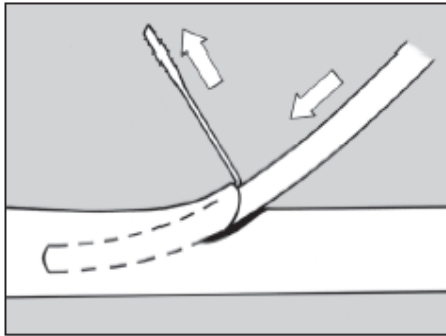

Fig. 14
- c) Um cateter previamente irrigado é introduzido no vaso, usando somente um dilatador de vasos pequenos ou um elevador de veias e a ponta posicionada por cima do átrio direito. (fig.14)